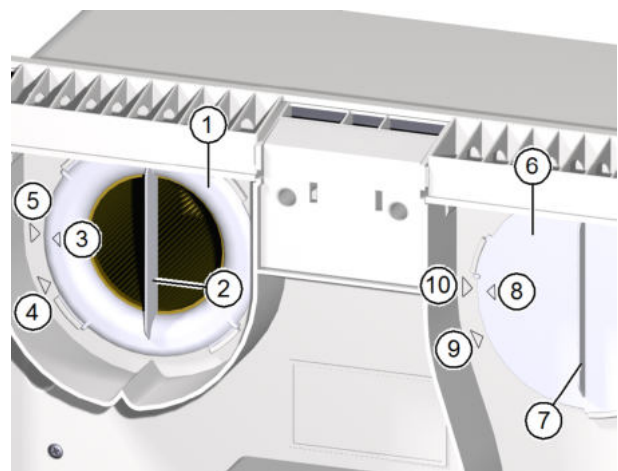

Abb. 18: Luftfilter entfernen
- ▶ Drehen Sie den Filterring (Pos. 1 in Abb. 18) an der Griffleiste (Pos. 2 in Abb. 18) gegen den Uhrzeigersinn, bis der Pfeil am Filterring (Pos. 3 in Abb. 18) auf den Pfeil der Entnahmeposition (Pos. 4 in Abb. 18) zeigt.
- ▶ Drehen Sie den Filterdeckel (Pos. 6 in Abb. 18) an der Griffleiste (Pos. 7 in Abb. 18) gegen den Uhrzeigersinn, bis der Pfeil (Pos. 8 in Abb. 18) am Filterdeckel auf den Pfeil der Entnahmeposition (Pos. 9 in Abb. 18) zeigt.
- ▶ Achten Sie darauf, dass der Filterring so orientiert ist, dass der Pfeil auf dem Filterring (Pos. 3 in Abb. 18 auf Seite 24) mit dem Pfeil der Entnahmeposition (Pos. 4 in Abb. 18 auf Seite 24) fluchtet.
- ▶ Drehen Sie den Filterring im Uhrzeigersinn bis der Pfeil auf dem Filterring (Pos. 3 in Abb. 18 auf Seite 24) mit dem Pfeil der Arretierposition (Pos. 5 in Abb. 18 auf Seite 24) fluchtet.
- ▶ Kontrollieren Sie die Position von Filterring und Filterdeckel. Die Griffleisten müssen senkrecht stehen und die Pfeile auf Filterring und Filterdeckel müssen mit den Pfeilen der Arretierposition fluchten (siehe Abb. 18 auf Seite 24).